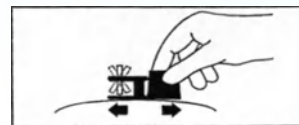

FIGURA 7
d) Seguindo o sentido da seta no dispositivo, desloque lentamente a base do MAGNA-FINDER™ para trás e para a frente sobre a superfície do tecido, conforme mostrado na Figura 7. O íman do MAGNA-FINDER™ irá indicar a localização do local de injeção num plano.